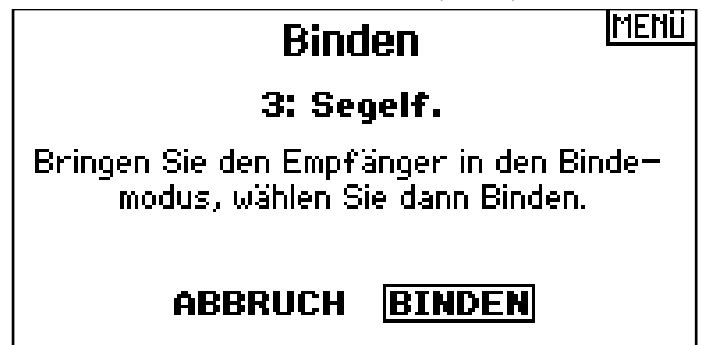

Abbildung 4: Das „Binden“ Menü
5. Im „Binden“ Menü „Binden“ wählen (Abb. 4)